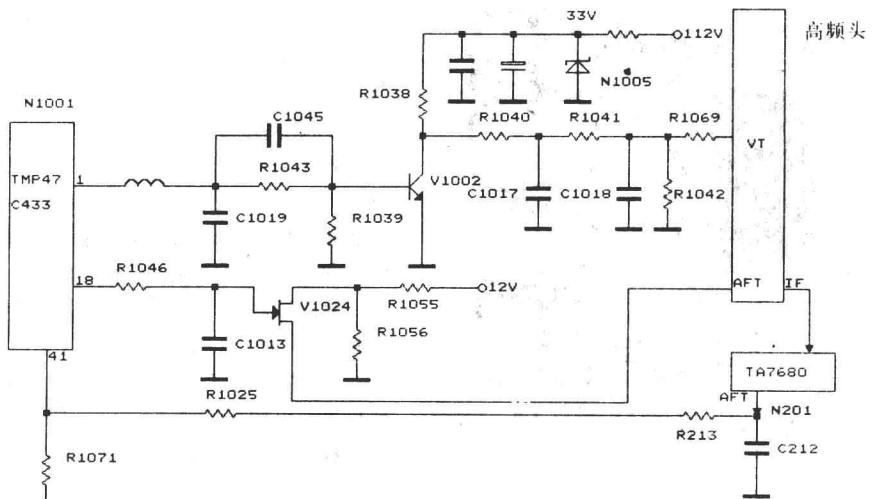

图 1
分析维修:如图 1 所示,在 N1001 的①脚→V1022→高频头 V_T→N201→N1001 的④脚→V1024→高频头 AFT→N201 这个闭合环路中 N1001 的④脚接收 AFT 信号,自⑯脚输出,通过 V1024 供高频头 AFT 端,在 VHF 频段可以正常接收电视信号说明这一部分电路应无故障。N1001 的①脚送出 V_T 脉冲信号,经 V1022 及滤波网络放大,平滑滤波变换为直流 V_T 电压,因看不出有波动,似乎也可以排除这部分电路故障,而高频头三个频段均能收到节目也不应有问题。但是跑台只能是高频头频率偏移引起的。故障原因有三。